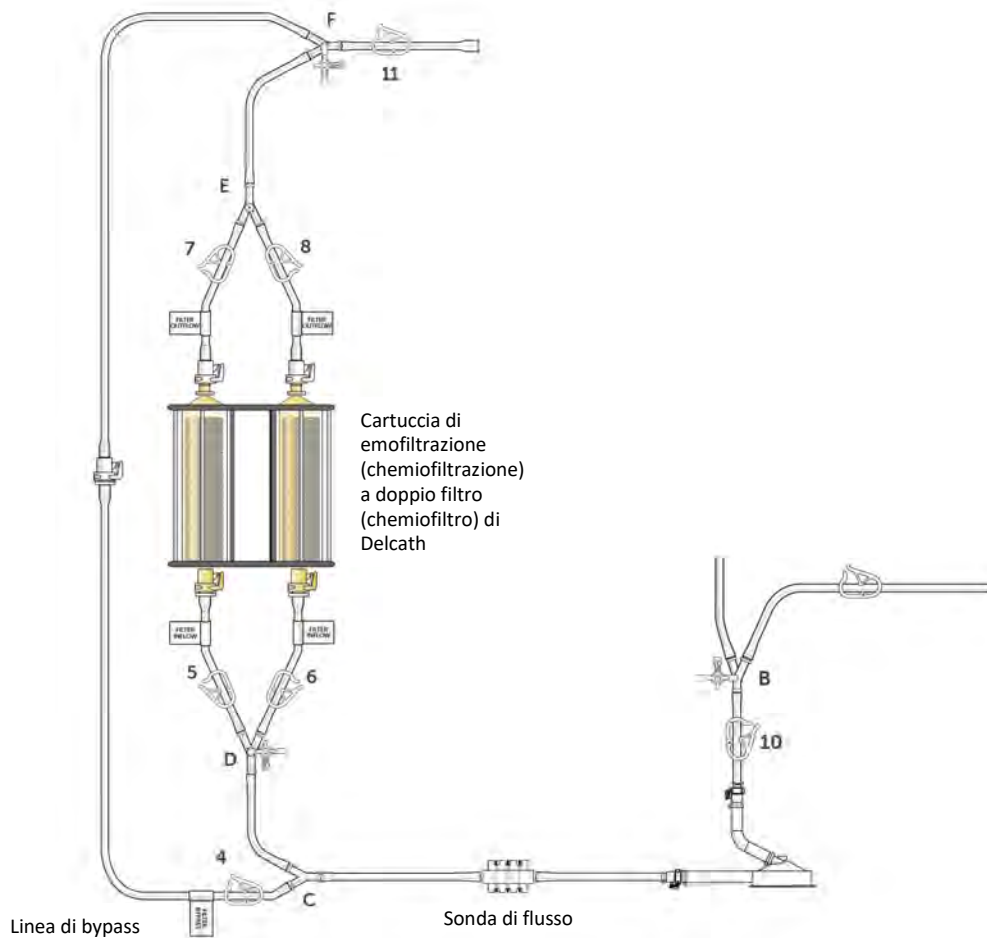

Figura 11
- (j) Collegare i rubinetti forniti alle porte dei connettori a Y “B” (prima della pompa), “D” (prima dei filtri) ed “F” (uscita). Verificare che il morsetto 4 della linea di bypass sia aperto, come illustrato nella Figura 11.